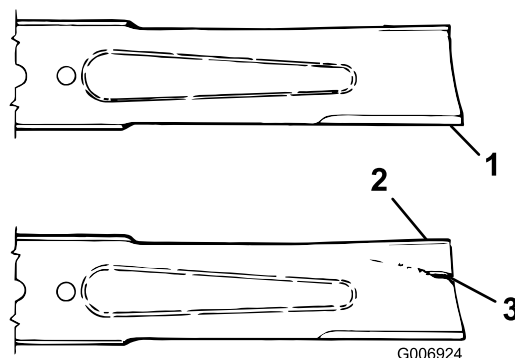

図 15
2. ブレードの切っ先を注意深く観察、特に、直線部と曲線部が交わる部分をよく観察する（図 15）。この、直線部と曲線部の交差域
は、砂などによる磨耗が進みやすい部分なので、機械を使用するまえによく点検することが必要。磨耗が大きい場合には（図 15）危険であるから交換する；「ブレードの取り外し」を参照。
ブレードの磨耗を放置すると、ブレードのセール部と平坦部との間に割れ目が発生する（図 15）。この割れ目が拡大すると、最終的にはブレードがちぎれてハウジングの下から飛び出し、これがオペレータや周囲の人に重大な人身事故となる。